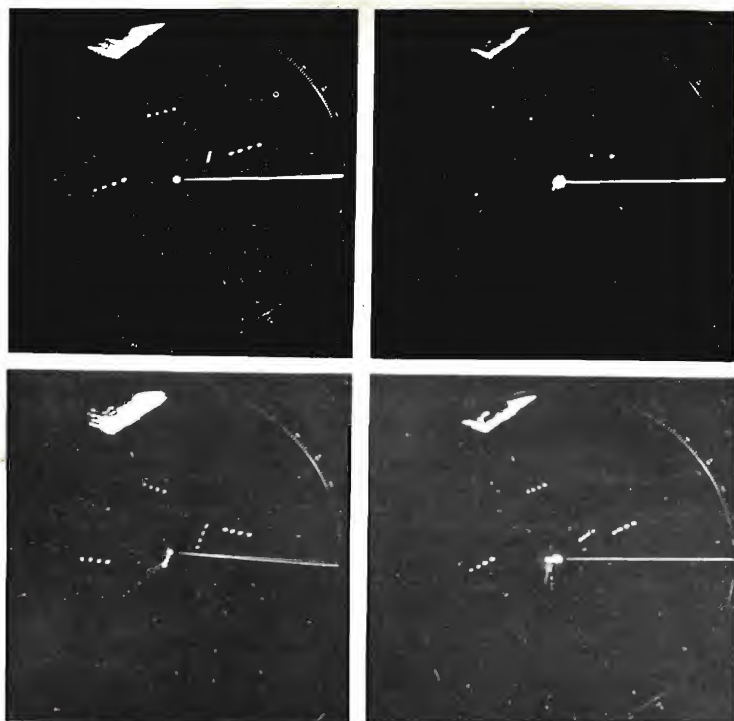

Fig. 2 - Illustrazione progressiva dei quattro modi di presentazione del radar Predictor.
**Sistemi in funzionamento** Un esempio illustrativo dei quattro modi di presentazione del Predictor, predisposto per una portata di 12 miglia (19 km) con orientamento a prua è dato nella *fig. 2*. Il battello (al centro dello schermo) è circa a 125 gradi con nove nodi (16,7 km/h). La presentazione dei bersagli (in alto a sinistra) mostra un'immagine radar convenzionale della posizione di altri quattro battelli e della terra nella zona del porto.